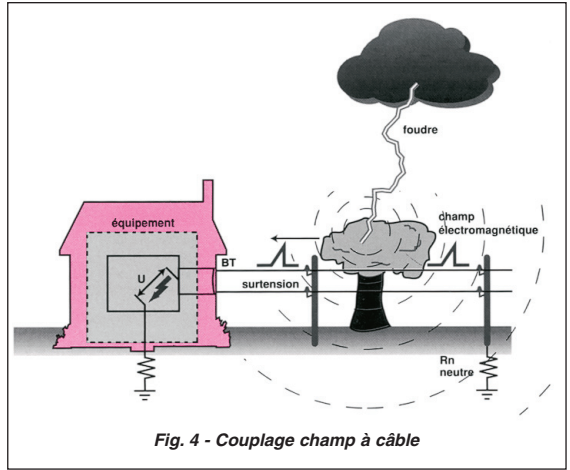

Fig. 4 - Couplage champ à câble
– Le couplage champ à câble : le champ électromagnétique va se coupler sur tout câble rencontré et générer des surtensions de mode commun et/ou de mode différentiel. Ces surtensions se propagent ensuite par conduction Fig. 4.